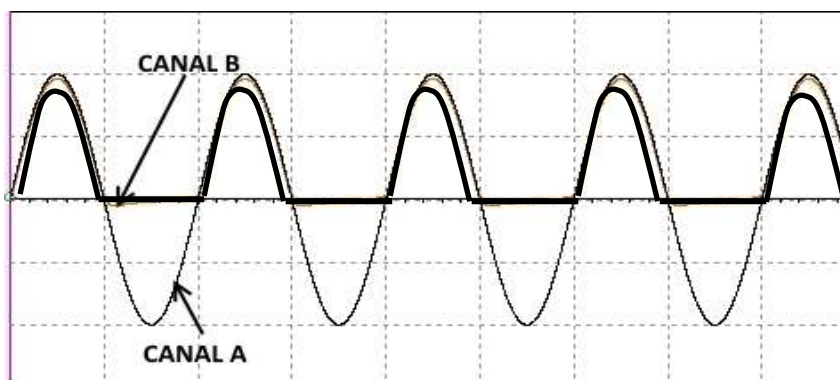

Figura 4.9 Oscilograma redresorului mono-alternanță – fără filtru
4. Cu întrerupătorul K în poziția deschis (fără filtru) se simulează funcționarea și se notează în tabelul 4.1 valorile U_{ef} și U_{med} indicate de voltmetrele din circuit și U_v indicată de osciloscop. Oscilograma în această situație este prezentată în **figura 4.9**. Osciloscopul este reglat la 10 V/div și 10 ms/div;